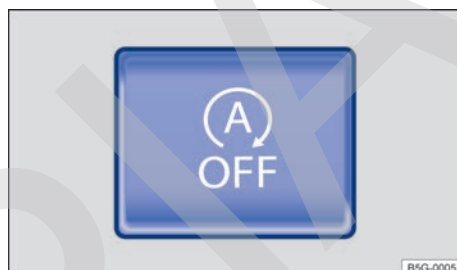

Fig. 147 En la parte inferior de la consola central: tecla del sistema Start-Stop.
- Para desconectar el sistema, pulse la tecla  situada en la consola central → fig. 147. Cuando el sistema Start-Stop está desconectado, se enciende el testigo de control de la tecla.
- Para volver a conectar el sistema, pulse de nuevo la tecla  de la consola central → fig. 147.